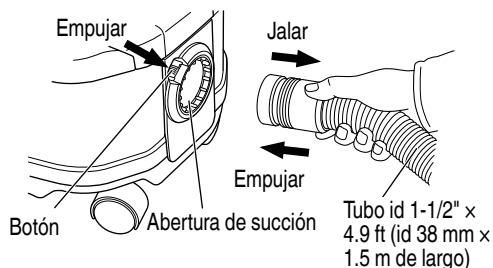

Fig. 12
1. Conexión del tubo (Fig. 12)